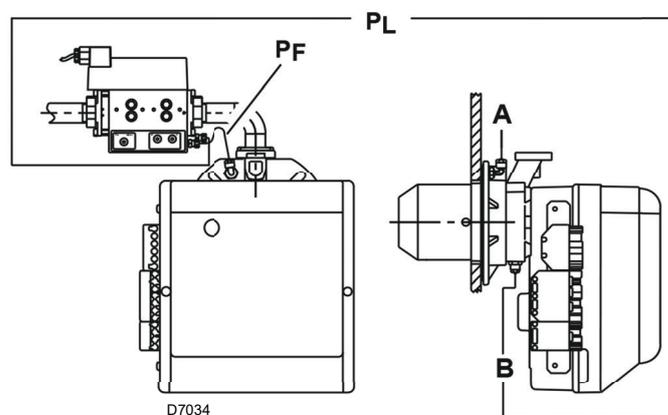

Fig. 15
- fissare il raccordo da G1/8 (a corredo del bruciatore) nel punto A)(Fig. 15) (flangia bruciatore).